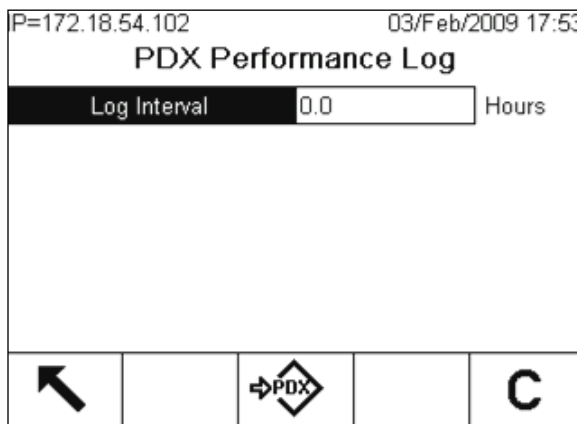

Figura C-43: Schermata di configurazione del registro delle prestazioni PDX
1. Accedere alla schermata di configurazione **Manutenzione > Configura > Registro delle prestazioni PDX** (Figura C-43).